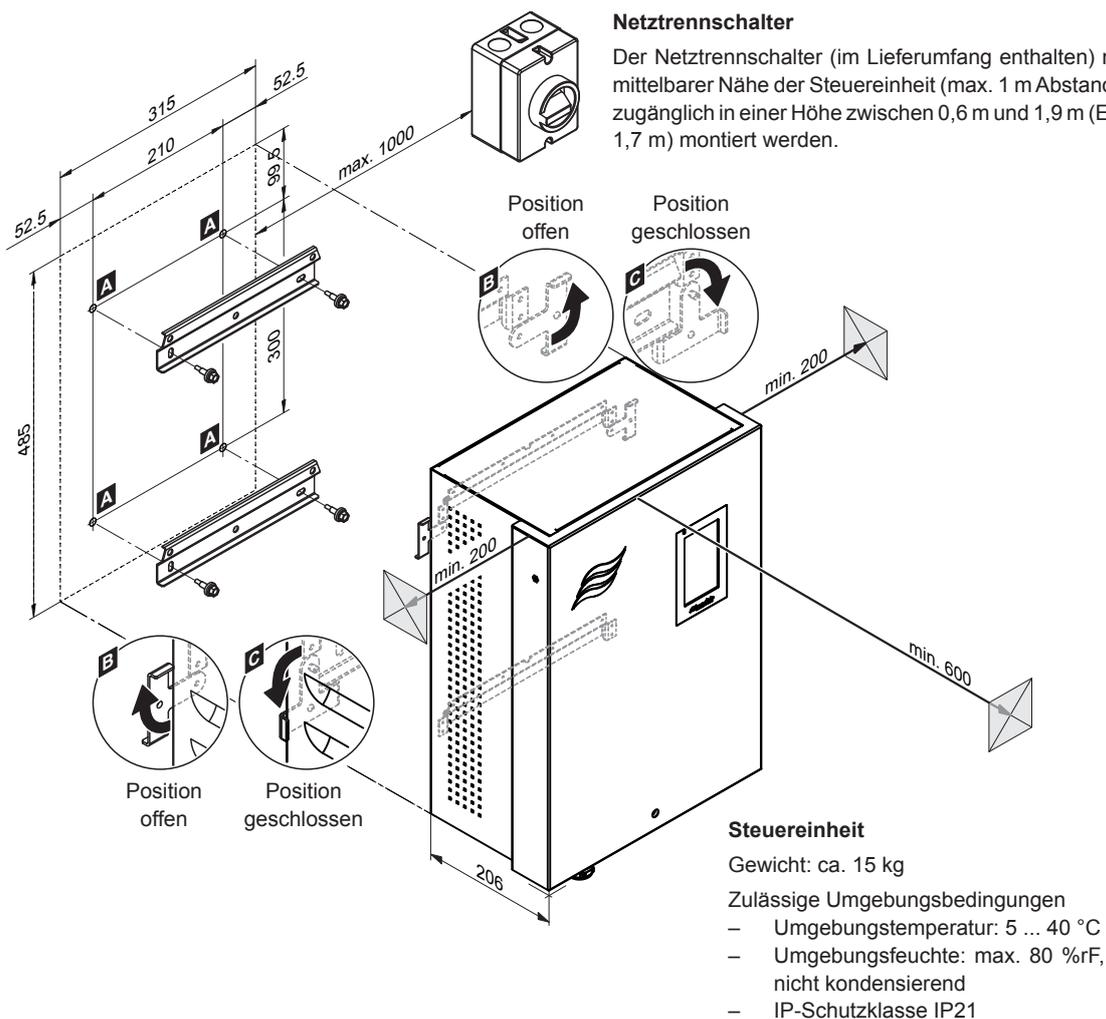

Abb. 6: Montage Steuereinheit - Masse in mm
3. Die Arretierlaschen auf beiden Seiten der Steuereinheit nach aussen drehen (geöffnete Position, siehe Detail "B" in Abb. 6).
4. Die Steuereinheit in die Wandhalterungen einhängen. Anschliessend die beiden Arretierlaschen auf der Rückwand der Steuereinheit nach innen drehen (geschlossene Position, siehe Detail "C" in Abb. 6), um die Steuereinheit an der oberen Wandhalterung zu fixieren.